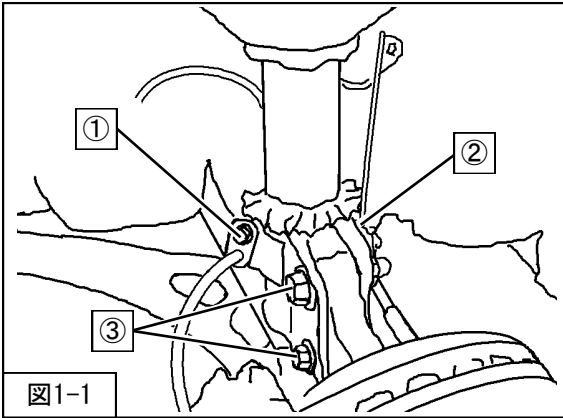

図1-1
2. ①ブレーキホース取付ボルト
②ABSセンサハーネス
③フロントサスペンションASSYロア取付ボルト・ナットを取外してください。（図1-1）